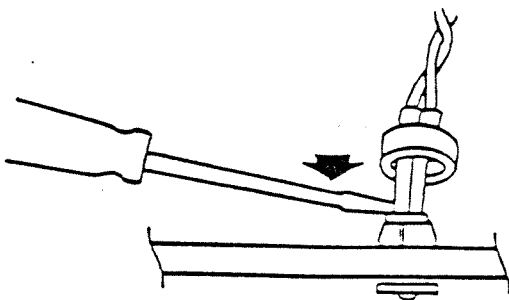

FIGURE 7
- a. Schieben Sie die Leuchtdiode in ihren Halter zurück, und drücken Sie sie mit einem Schraubendreher fest (Abb. 7).